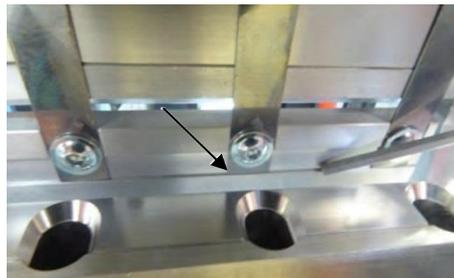

Abb. 33: Ausrichtung Unterkante
- Achten Sie auf die bündige Ausrichtung der Messer zur Unterkante (Abb. 33)